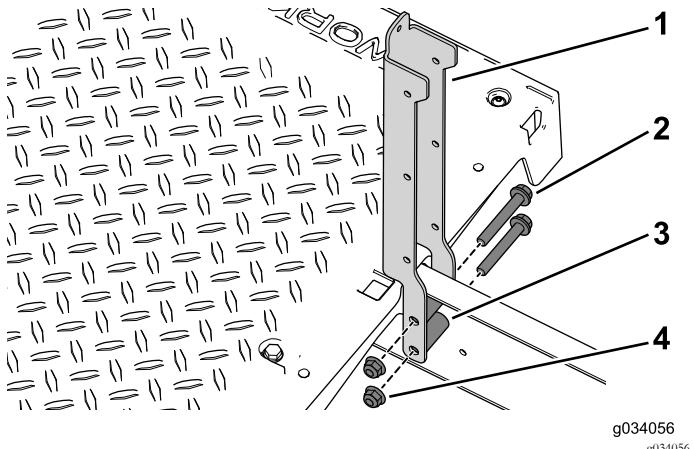

図 93
2. 左右の座席サポートを車両に固定するフランジボルト3/8 x 2-1/2インチ4本、スペーサ、フランジナットを使う図93。